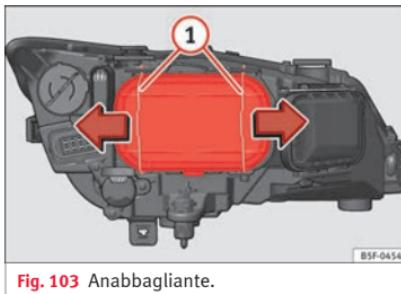

Fig. 103 Anabbagliante.
- Far scorrere i tiranti » fig. 103 ① nel senso della freccia e sfilare la chiusura.